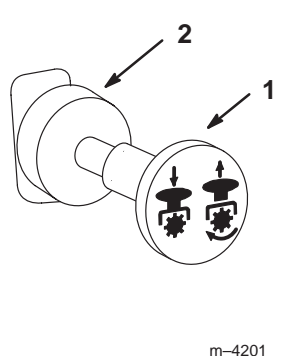

Figure 13
3. Placez la commande de prise de force (PdF) en position débrayée (Fig. 13).